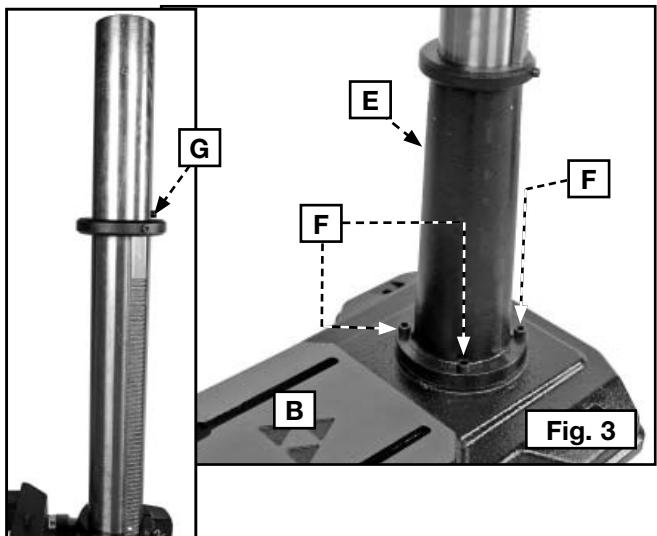

Fig. 3
1. Fixez la perceuse à colonne (E), fig. 3, à la base (B) à l'aide de quatre Vis à tête cylindrique à six pans creux M10 x 40 mm (F), dont trois sont illustrées.
**REMARQUE :** s'assurer que la vis (G), encadré fig. 3, est orientée vers l'arrière de la perceuse à colonne.